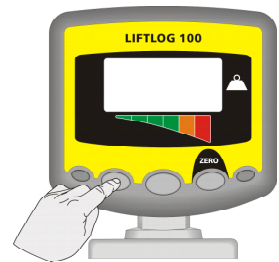

Bild 12
1. Halten Sie die innere linke Taste für 10 Sekunden gedrückt, während Sie das Instrument einschalten. Sie gelangen zum Kalibriermodus (Abb. 12). Der Kalibrierfaktor erscheint auf Kanal 1.